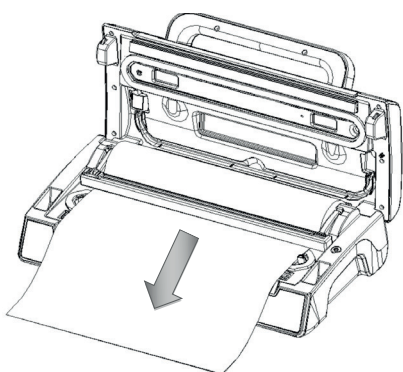

Fig. 3
3. Dra posen ut til ønsket lengde (Fig.3).